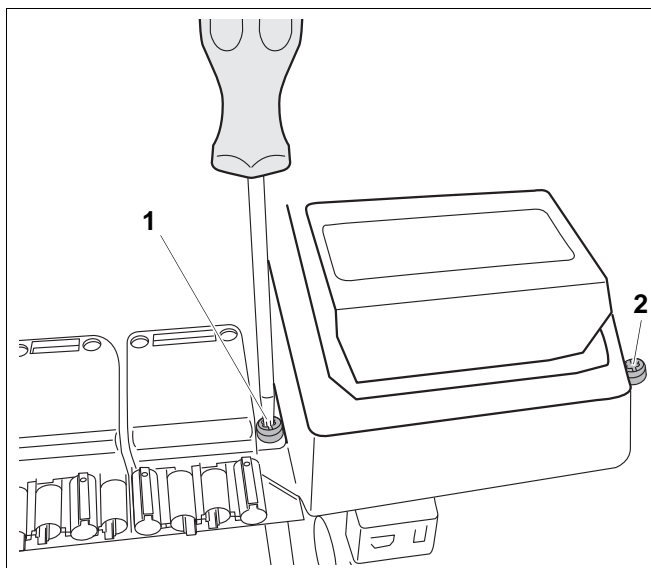

Рис. 47 Отверните винты запального трансформатора
- Отверните винт (рис. 47, **поз. 1**) ключом TORX T 30, отверните второй винт (рис. 47, **поз. 2**).